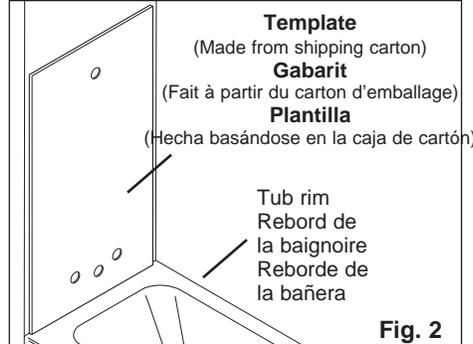
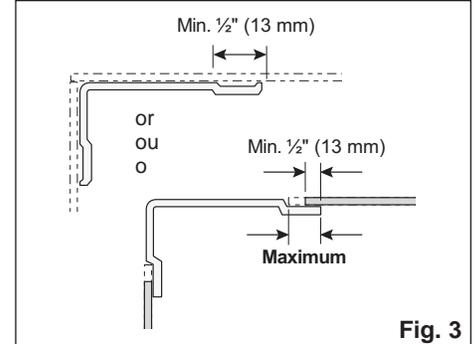

Fig. 2
Fig. 3
- d) Mark one side of the template with an «X» and position the template (within 3 mm of the front edge of the bathtub) with the «X» side against the bathtub end wall with the exposed plumbing. **Fig. 2.** Mark the position of the faucet handles, bathtub spout and shower arm on the template. Check for accuracy and cut.
- f) Tape corner panels (B) firmly in position against wall.
- d) Marquer d'un «X» le côté du gabarit touchant le mur. Placer le gabarit (à 3 mm du rebord avant de la baignoire) contre le mur contenant la tuyauterie. Marquer la place des tuyaux, de la robinetterie et de la douche et percer les trous nécessaires sur le gabarit. **Fig. 2.** Replacer le gabarit sur le mur pour vérifier l'emplacement des trous et couper.
- d) Marque con una «X» el lado de la plantilla que hace contacto con el muro. Coloque la plantilla (a 3 mm del reborde delantero de la bañera) contra el muro que contiene la tubería. Marque el lugar de los tubos, la grifería y la ducha y perforo los orificios necesarios sobre la plantilla (**Fig. 2**). Vuelva a colocar la plantilla sobre el muro para verificar la ubicación de los orificios y cortar.
- f) Coloque los dos paneles de las esquinas (B) apoyándolos contra los muros.
**CORRECT OVERLAP:** *Panels overlap should be at least 1/2". For some models, back panel and end panels can be trimmed to accommodate smaller bathtub. DO NOT CUT CORNER PANELS B. Panels can be trimmed with a sharp edge cutting lightly. Using a straight edged piece of plastic or wood as a guide, score with continuous, even pressure. Note: Make several passes until approximately halfway through the plastic. Then bend and snap along score line. Fig. 3.*
**RECouvrement adÉquat :** *Le recouvrement entre les panneaux doit être de 1/2" minimum. Pour certains modèles, les panneaux de bout et le panneau du fond pourront être coupés pour convenir à une baignoire de plus petite taille. NE PAS COUPER LES PANNEAUX DE COIN B.* Pour couper, utiliser une règle pour tracer la ligne de coupe et un couteau bien affûté. **Note :** Il est très important de ne pas tenter de couper le plastique d'un seul trait; entailler plutôt le panneau plusieurs fois et plier le panneau jusqu'à ce qu'il se brise. **Fig. 3.**
**RECUBRIMIENTO ADECUADO :** *El recubrimiento entre los paneles debe medir como mínimo 1/2". Para ciertos modelos, los paneles del extremo y el panel del fondo podrán cortarse para adaptarse a una bañera más pequeña. NO CORTE LOS PANELES DE LA ESQUINA (B).* Para cortar, utilice una regla para trazar la línea de corte y un cuchillo bien afilado. **Nota:** Es muy importante no intentar cortar el plástico de un sólo tirón; es preferible cortar el panel varias veces y doblarlo hasta que se quiebre (**Fig. 3**).